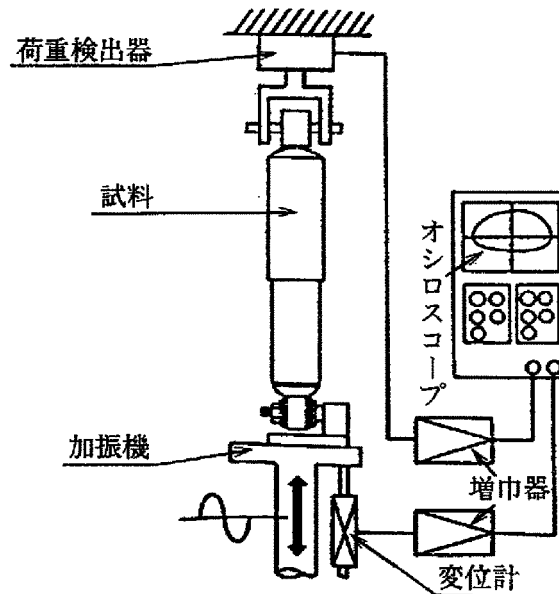

図6 減衰力特性試験装置
8.1.1 試験装置 ショックアブソーバの上端を荷重検出器に結合して、上端又は下端を加振し、減衰力を計測記録する構造のものとする。(図6に一例を示す。)